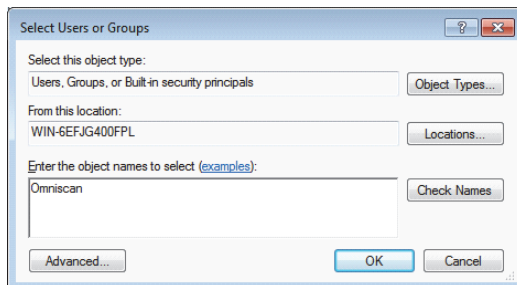

图 7-32 选择用户或组对话框（Windows 7）
11. 在 **Select Users or Groups**（选择用户或组）对话框中，点击 **Locations**（位置）按钮（参见第 221 页的图 7-32）。
13. 在 **Select Users or Groups**（选择用户或组）对话框的 **Enter the object names to select**（输入要选择的项目名称）框中，输入 **Omniscan**（参见第 221 页的图 7-32），然后点击 **OK**（确定）。